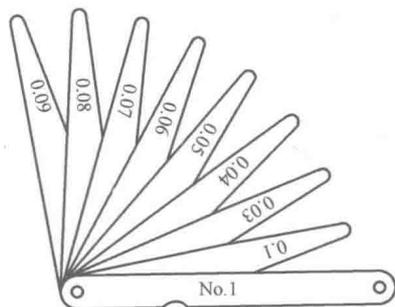

图 0-17 塞尺
(7) 塞尺 塞尺是用来检验两个相结合面之间间隙大小的片状定值量规，是一种常用的标准量具。塞尺有两个平行的测量平面，每套塞尺由若干片组成，叠合在夹板里，每把塞尺尺面上标记有该尺的规格，如图 0-17 所示。